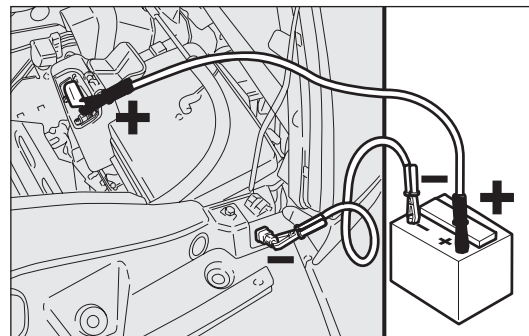

fig. 164
- brancher avec un second câble la borne négative (-) de la batterie auxiliaire au point de masse comme indiqué dans la fig. 164 ;